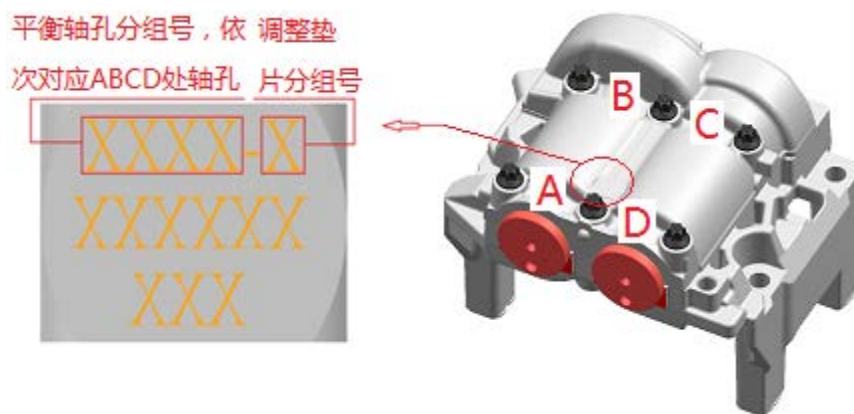
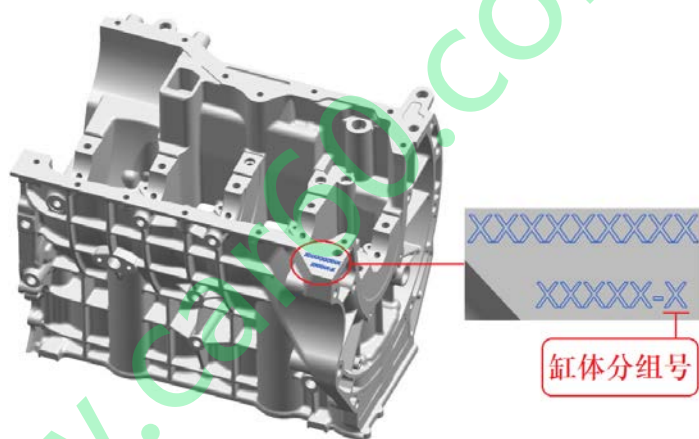

图 13.2
图 13.6
- 9、按下表 13.2 选配平衡轴调整垫片(平衡轴分组号如图 13.2 所示,缸体分组号如图 13.6 所示),将 4 个平衡轴调整垫片分别安装到平衡轴机构部件的 4 个空心圆柱销上(连接油道的空心圆柱销无需安装垫片),将垫片压至贴合平衡轴座。